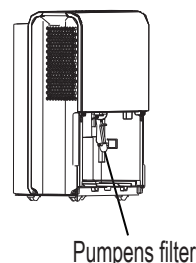

Fig. 12
- Ta bort hinken från enheten, ta ner pumpen och rengör pumpens filter (se Fig. 12).